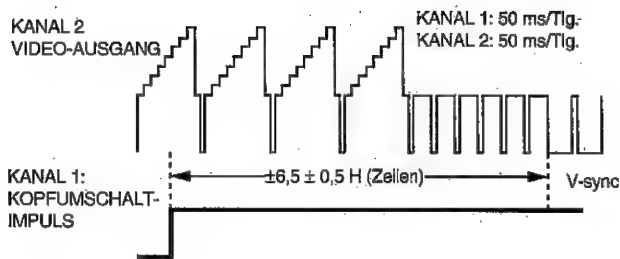

Abbildung 5-2.
6. Die Überprüfung der Wellenform am Oszilloskop gemäß Abbildung 5-2 unmittelbar nach Einstellung des Kopfumschaltpunktes vornehmen.